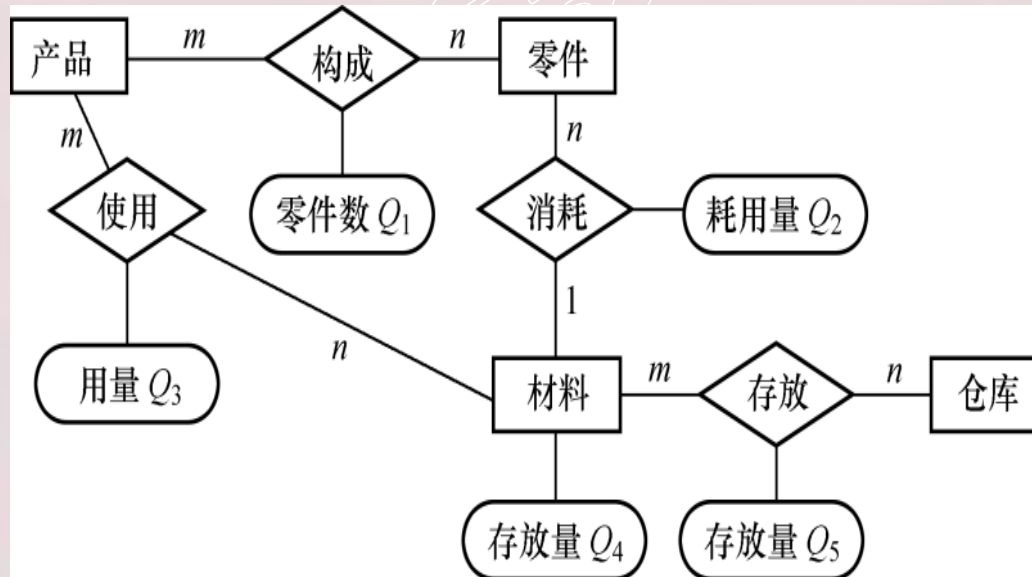

图7.26 消除冗余
- 如图7.26中， $Q_3=Q_1 \times Q_2$ ， $Q_4=\sum Q_5$ 。所以 Q_3 和 Q_4 是冗余数据，可以消去。并且由于 Q_3 消去，产品与材料间 $m:n$ 的冗余联系也应消去。